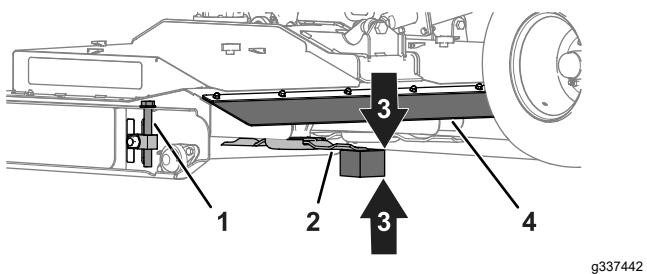

Figura 80
- Lavorando sulla parte posteriore del piatto di taglio, sollevate l'aletta posteriore e allineate il blocco di legno di 51 mm tra l'estremità posteriore della lama centrale del tosaerba e il terreno (**Figura 80**).